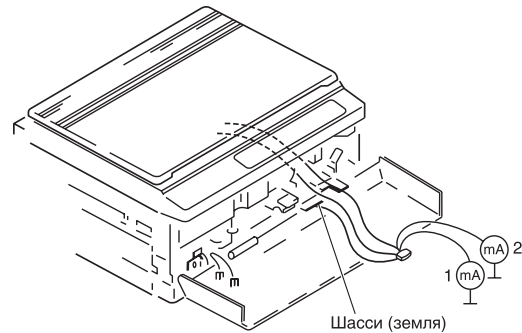

Рис. 18. Проверка наличия высокого напряжения на главном коротроне
5. Соедините испытательные выводы с заземленным шасси и прибором (см. рис. 18).
8. Измерьте ток барабана с передней и задней стороны. Убедитесь, что разность тока миллиамперметров №1 и №2 (см. рис. 18) не превышает 2,0 мА. Если разность тока больше 2,0 мА, замените узел главного коротрона.
3. Измерьте ток барабана с передней и задней стороны. Убедитесь, что разность тока миллиамперметров №1 и №2 (см. рис. 18), не превышает 3,0 мА. Если разность тока больше 3,0 мА, замените узел коротроне переноса.